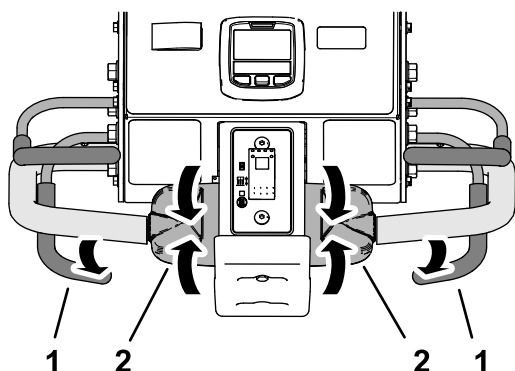

Figura 96
1. Dacă ai coborât capul de carotaj, eliberează maneta de aerare (Figura 96).